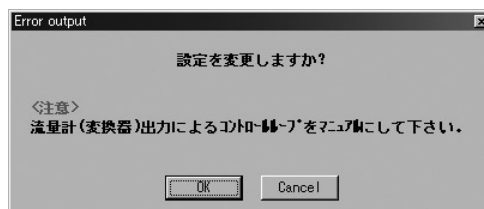

図35
- ⑤ 設定が完了したら「OK」ボタンをクリックします。クリックすると図35のようなメッセージボックスが現れます。